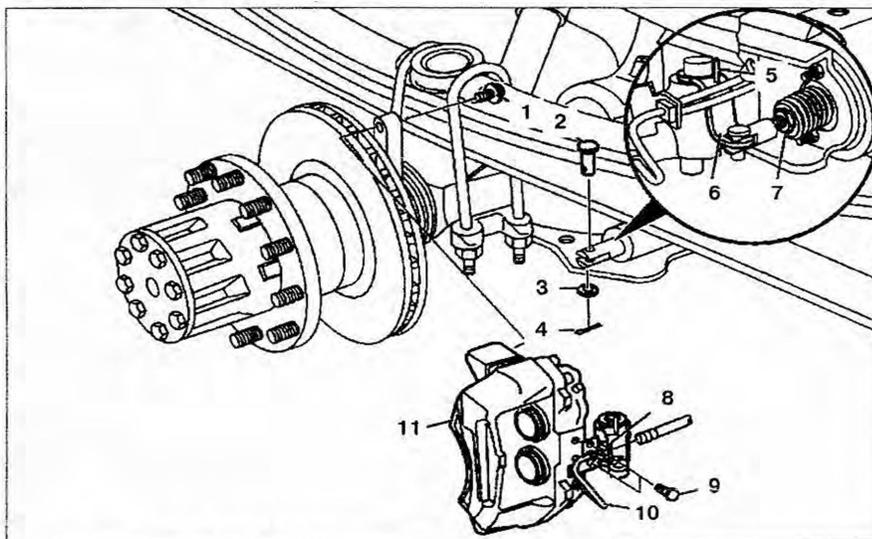

Рис. 7.10. Суппорт заднего тормозного механизма:
1. Отсоедините пружинный тормозной цилиндр с болтом 7 (рис. 7.10).